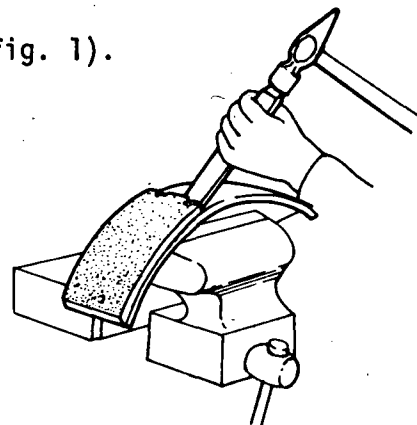

Fig. 1
- b Retire as guarnições de freio (fig. 1).